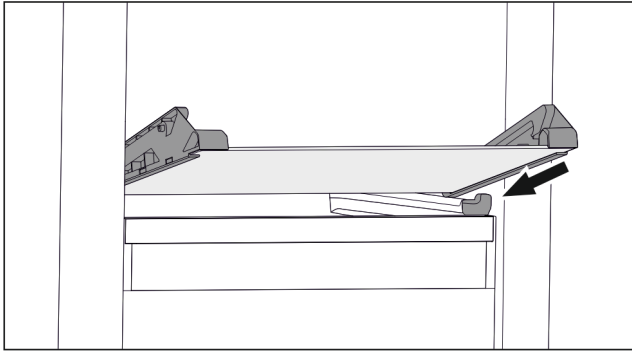

Fig. 50 Glasplatte des abklippbaren Schubfachs
- ▶ Glasplatte schräg hinter den Stopperrahmen aufsetzen. (siehe Fig. 50)